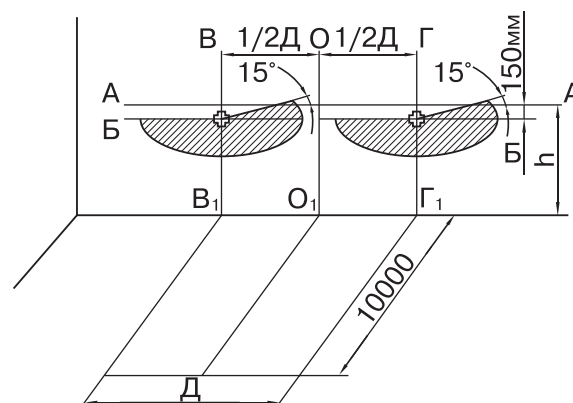

Рис. 68.
- а) произведите разметку экрана, как показано на рис. 68, при этом линию центров фар АА нанесите на экране на расстоянии "h", равном высоте расположения центров фар над уровнем пола, а линию ВВ₁ и ГГ₁ на расстоянии Д (размер между центрами фар по горизонтали).